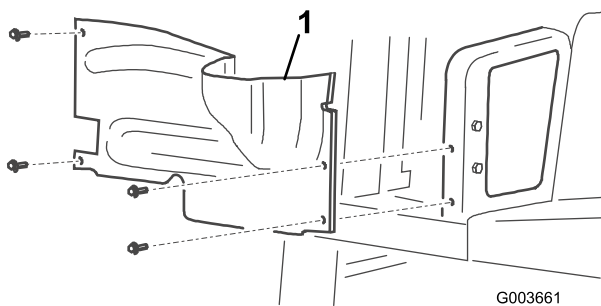

Figure 2
4. Retirez les 4 boulons qui fixent la roue droite au châssis et déposez le carénage (Figure 2).